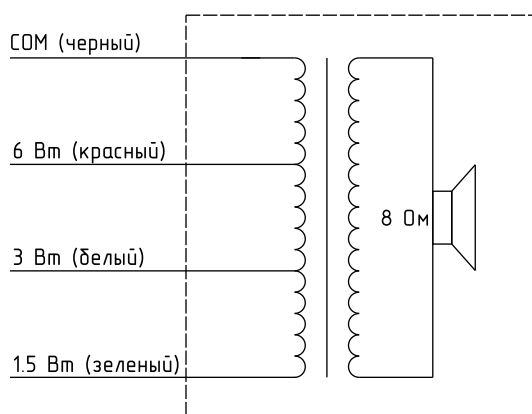

Рисунок 5.1 Принципиальная схема оповещатель оповещателя
2. Выбрать требуемую мощность (см. Рис. 5.1) и, соблюдая полярность, подсоединить кабель через клеммную колодку к нужному отводу трансформатора.